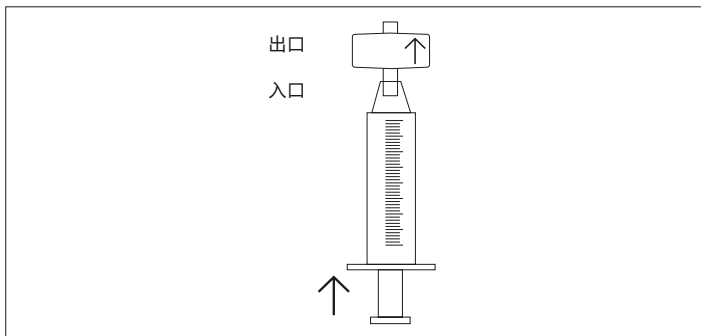

图 3: 使用鲁尔注射器填充 Sartobind Convec® SC 和 D Nano 以去除空气
- ▶ 用平衡缓冲液填充 10–20 mL 鲁尔注射器并连接到囊式过滤器。将囊式过滤器保持直立状态 (出口朝上) 并排出空气, 如图 3 所示。